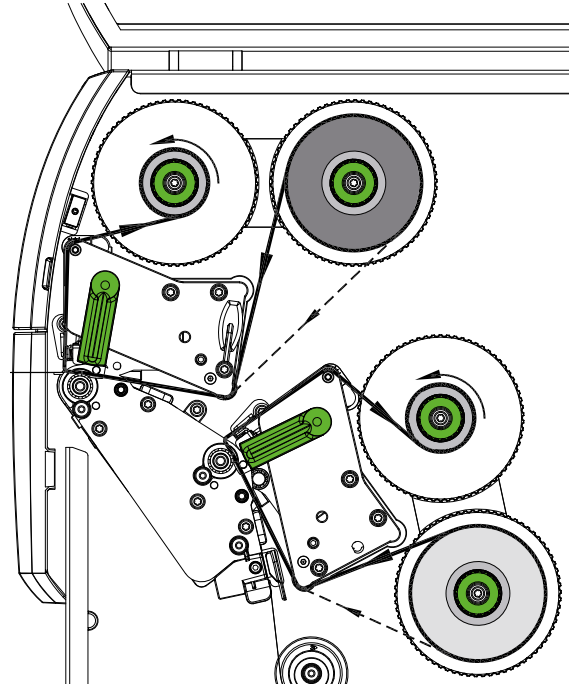

Figura 17 Paso del ribbon
2. Girar la palanca (1) en sentido antihorario para elevar el cabezal de impresión.
3. Empujar el carrete de ribbon (4) sobre el desbobinador (5) de forma que el recubrimiento de color del ribbon quede en la cara que no da al cabezal de impresión tras su colocación.
4. Sujetar el desbobinador (5) y girar el botón giratorio (6) en sentido antihorario hasta que el carrete quede fijo.
5. Desplazar un núcleo adecuado (2) sobre el rebobinador de ribbon (3) y fijarlo de la misma forma que el carrete de ribbon.
6. Guiar el ribbon a través del mecanismo de impresión tal y como se muestra en la figura 17. La línea discontinua se aplica a los ribbons que cuentan con un recubrimiento con bobinado exterior.
7. Fijar el inicio del ribbon al núcleo de ribbon (2) usando cinta adhesiva. Tener en cuenta el sentido de giro del rebobinador de ribbon en sentido antihorario.
8. Girar el rebobinador de ribbon (3) en sentido antihorario para alisar el paso del ribbon.
9. Girar la palanca (1) en sentido horario para bloquear el cabezal de impresión.